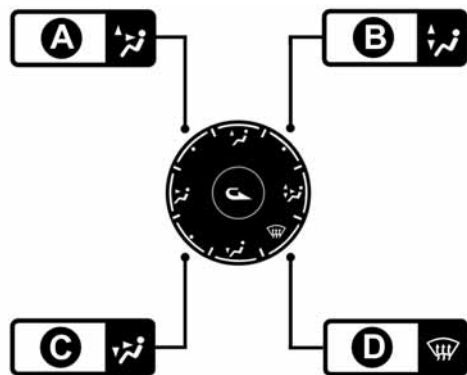

fig. 38a
- tourner la molette E sur  et éventuellement passer à la position  (B-fig. 38a) s'il n'y a aucun signe d'embuage ;